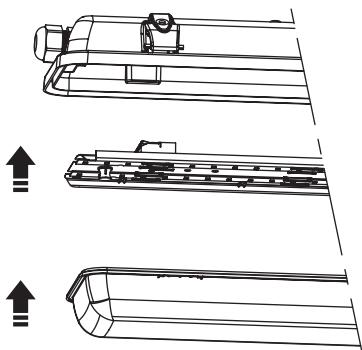

Fig 6.
- Fit the LED tray into the base and secure with clips (Fig 6).
- Reattach the diffuser to the base and secure with clips (Fig 6).
- Insérez l'appareillage LED dans la base et fixez-le avec les clips (fig. 6).
- Replacez le diffuseur et bien l'attacher avec les clips (fig. 6).